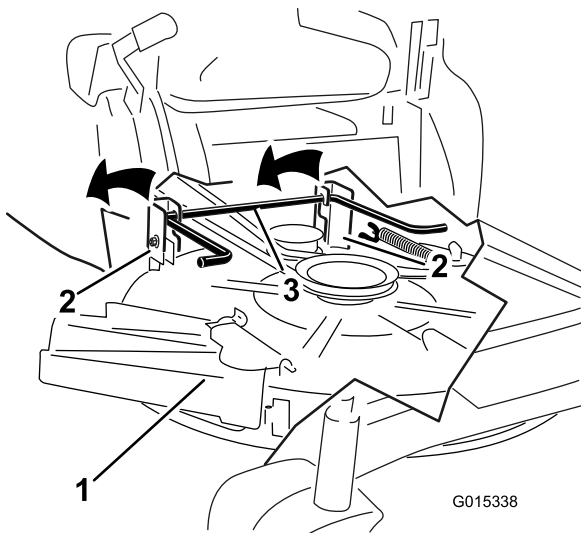

Figura 55
5. Levante a plataforma de corte e os suportes de suspensão afastando da haste de elevação traseira e baixe o cortador cuidadosamente até ao chão (Figura 55).
- Levante parte de trás da plataforma de corte e oriente os suportes de suspensão por cima da haste de elevação traseira (Figura 55).